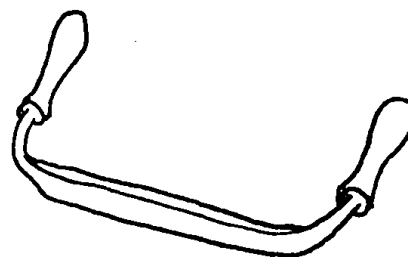

Fig. 3. Bandkniv.
- Med bandkniven tar man bort överflödigt trä innan hyvlingen kan börja (fig. 3).